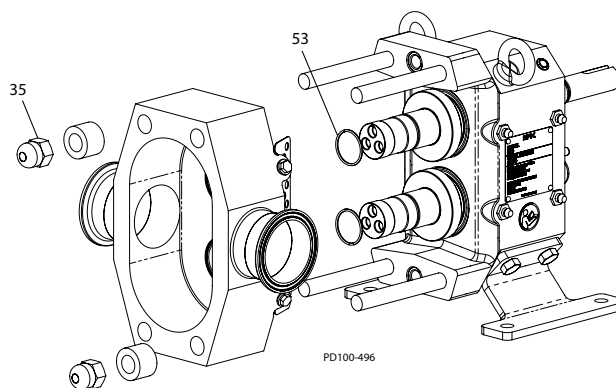

Figura 54 - Instalación del cuerpo
1. Instale los anillos O del sello del cubo del rotor (Figura 54, renglón 53) en la ranura de cada eje.